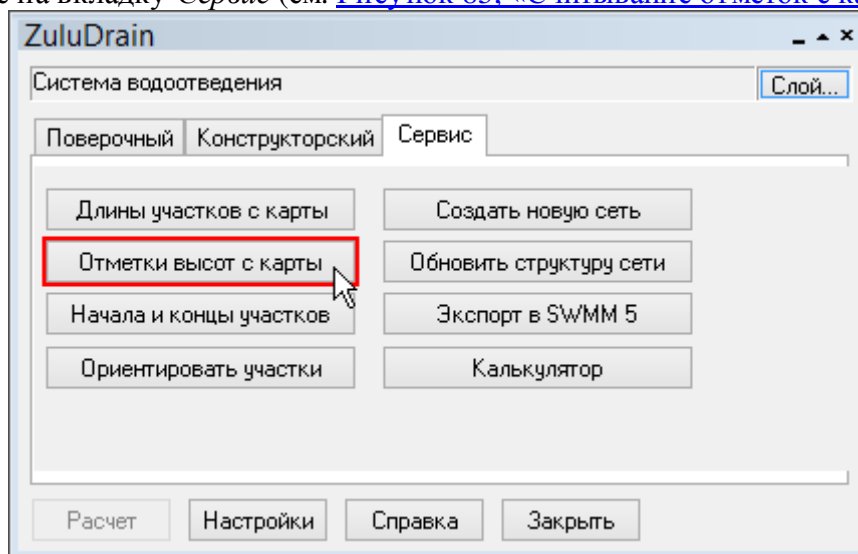

Рисунок 85. Считывание отметок с карты
3. Перейдите на вкладку *Сервис* (см. Рисунок 85. «Считывание отметок с карты»).